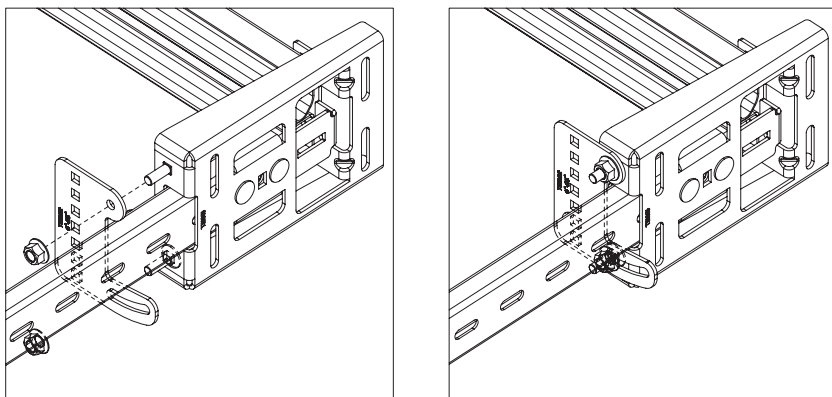

Рис. 14.3
- закрепить к кронштейнам ТВ1915 пластины ТВ1922 болтами М8×25 с полукруглой головкой и гайками с буртиком (рис.14.3).